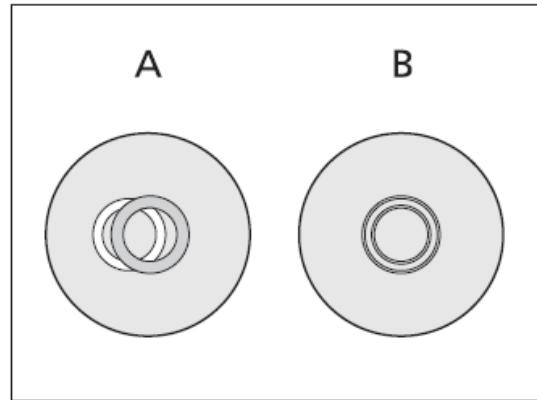

图. 4-4 调节相差环(聚光镜中的亮环)
- ¶ 如果重叠并不精确（图 4-4 /A），较亮的环状光阑必须使用两把 SW 1.5 内六角螺丝刀（图4- 3 /1和4）重新调中。调节两个调心螺丝（图4- 3 /2和3），直到与较暗的相板完全重叠（图4- 4 /B）。